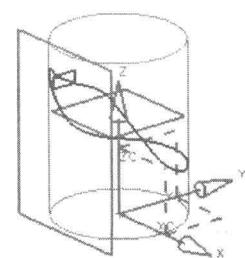

图 1-45
(5) 此时草图曲线已经转换成绿色，在窗口状态栏出现草图已完全约束提示，在【草图】工具条中选择 完成草图 图标，窗口回到建模界面，更新为如图 1-45 所示图形。